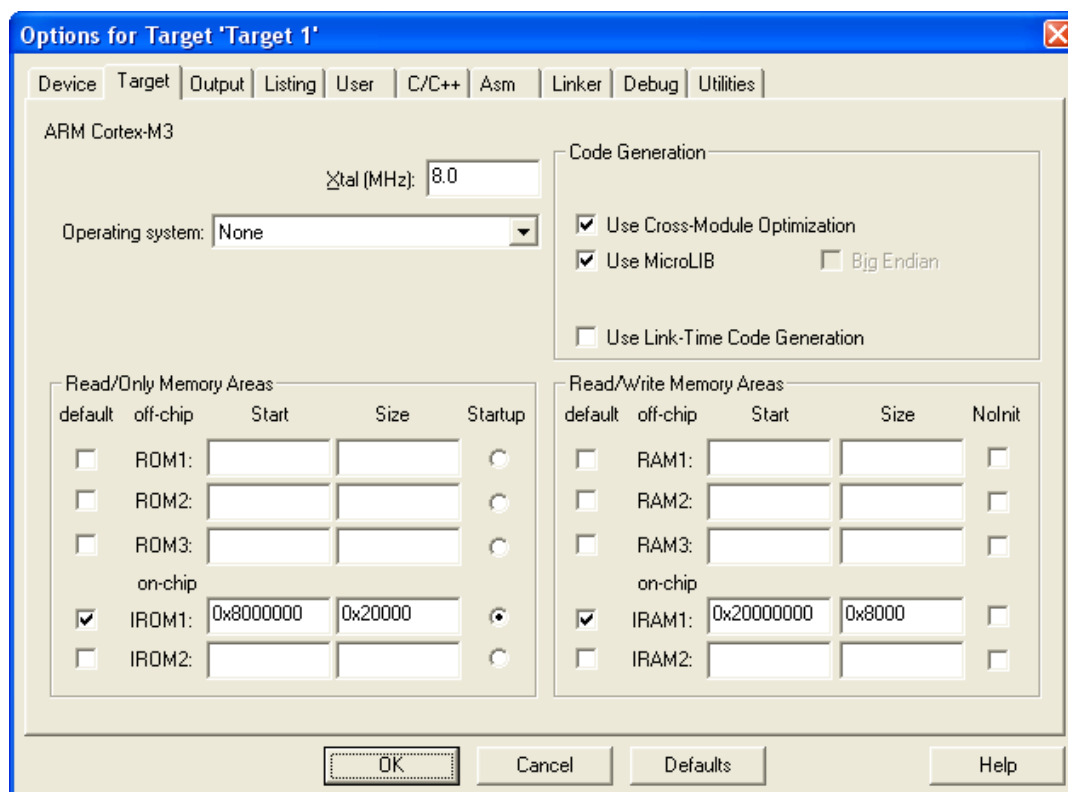

Рис. 3
- 3.3. В закладке Target выставить параметры распределения памяти (рис. 3):